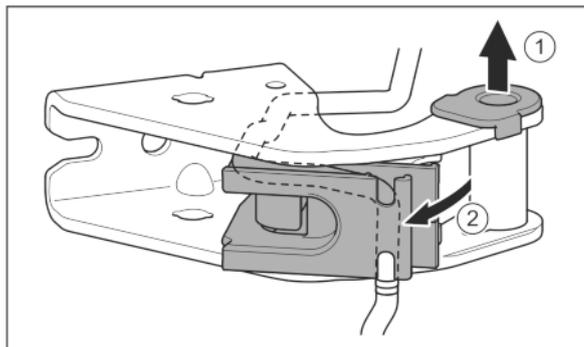

Fig. 27
- ▶ Izvucite čahuru ležaja iz vodilice. Fig. 27 (1)
- ▶ Zakrenite držač kabela prema van. Fig. 27 (2)